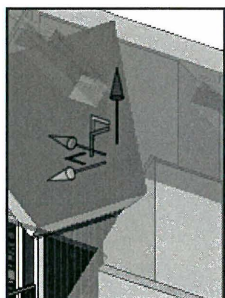

Fig. 15.22. Træk i konstruktionen.
- Træk nu i koordinatsystemets pile i den retning du gerne vil flytte taget, den blå på er Z akse (opad) (Fig. 15.22).